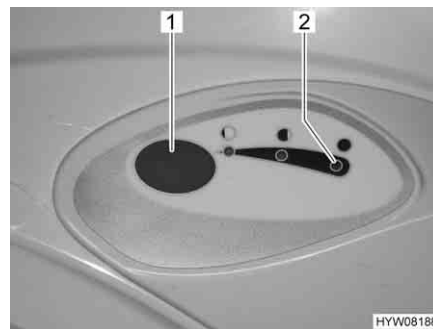

Fig. 140 Pulsante dello sciacquone/spia di controllo toilette Thetford
- Per sciacquare premere il pulsante blu (Fig. 140,1).
La spia di controllo (Fig. 140,2) si accende quando il serbatoio fecale deve essere svuotato.